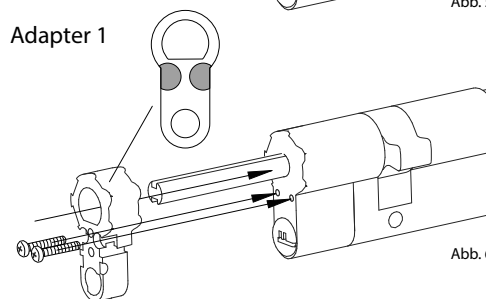

Abb. 6
- 44 - 53 mm = Adapter 1 benötigt (Abb. 6)